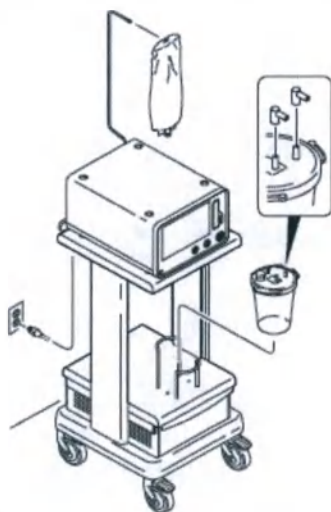

Рисунок 72 — Подготовка консоли
1. Поставьте консоль на плоскую твердую поверхность возле электрической розетки для медицинского использования с защитным заземлением (рисунок 72).
1. Поместите контейнер для аспирата в держатель на тележке Sonopet (рисунок 72).
Подвесьте складной контейнер (пакет) для ирригационной жидкости на ирригационную стойку на консоли (рисунок 72).